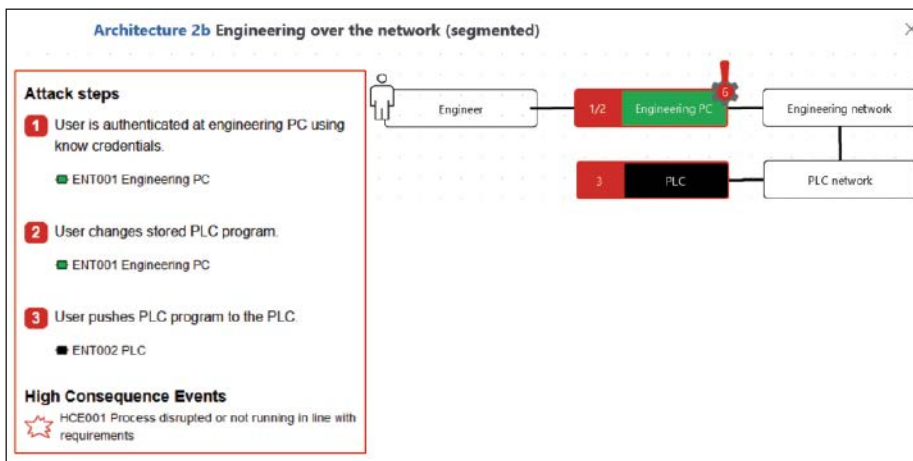

Abb. 5: Beispielhaftes Risikoszenario für den Engineering-PC (grün)
- 4. Berücksichtigte Risikoszenarien mitliefern: Wenn der Betreiber selbst Risikoanalysen machen muss, hilft es ihm enorm, wenn er die berücksichtigten Bedrohungsszenarien für die verwendeten Komponenten kennt. So kann er verstehen, woher die Empfehlungen für Security-Eigenschaften rühren – und im Idealfall kann er die Szenarien direkt in seine eigene Risikoanalyse übernehmen (Beispiel in Abb. 5).